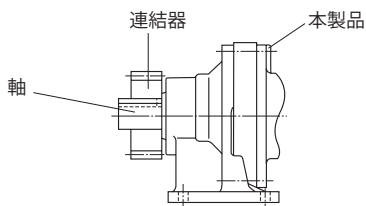

図 5-2
- ・スプロケットやギヤの荷重作用点が、軸中央より本製品側へくるようにしてください。(図 5-2 参照)